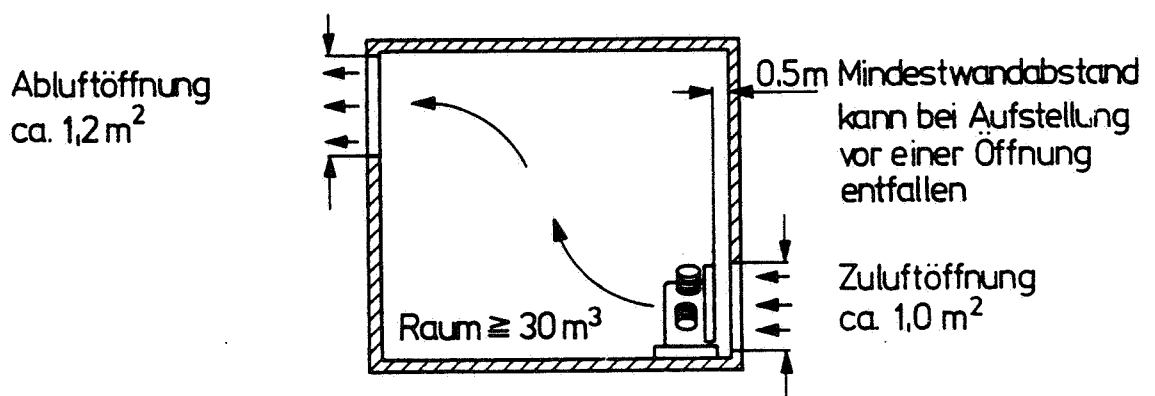

Bild 17: Aufstellung mit natürlicher Belüftung
- Für ausreichend große Abluftöffnungen sorgen. Bild 17: